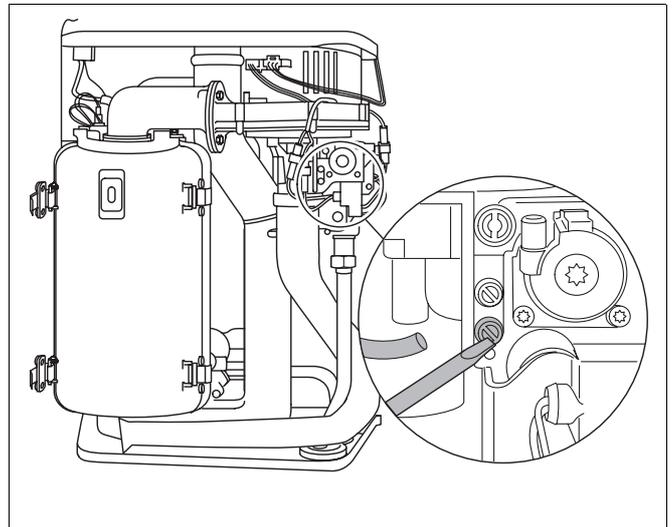

Abb. 19 Gaszuleitung entlüften
- Verschlusschraube des Prüfnippels für Gasanschlussdruck und Entlüftung um zwei Umdrehungen herausdrehen und Schlauch aufstecken (Abb. 19).